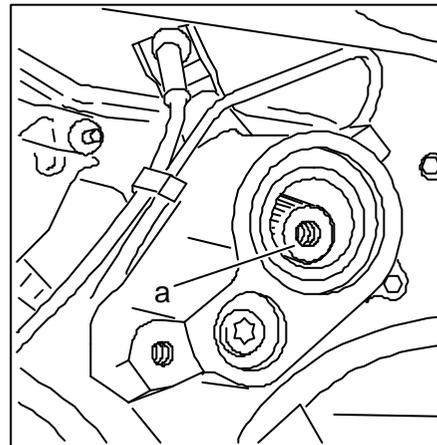

Fig. 5
- ☞ Engager la barre anti-dévers (Rep. **a**, Fig. 5) dans le bras et le tube de traverse.